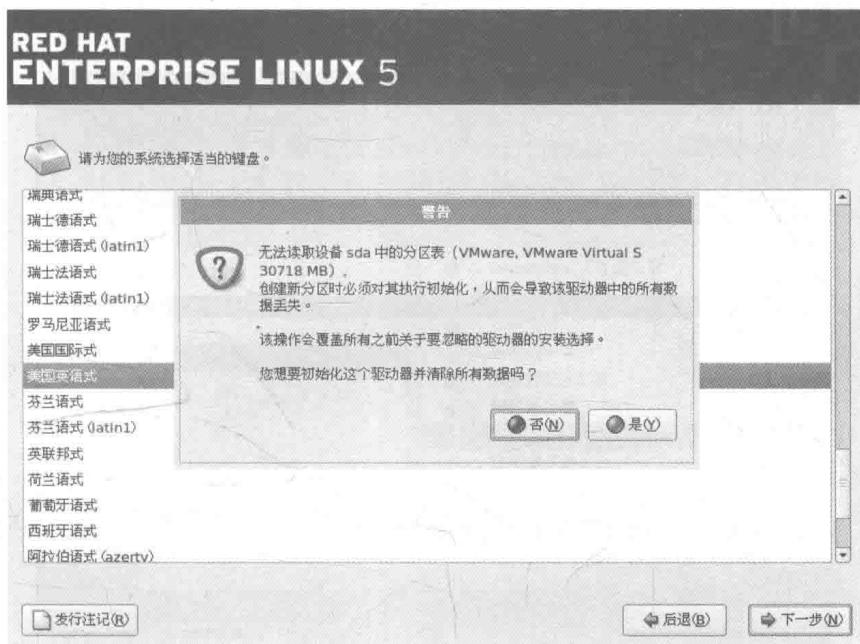

图 4-26 驱动器设置界面
(17) 接下来创建新分区，进行格式化硬盘，选择“是(Y)”，如图 4-26 所示。